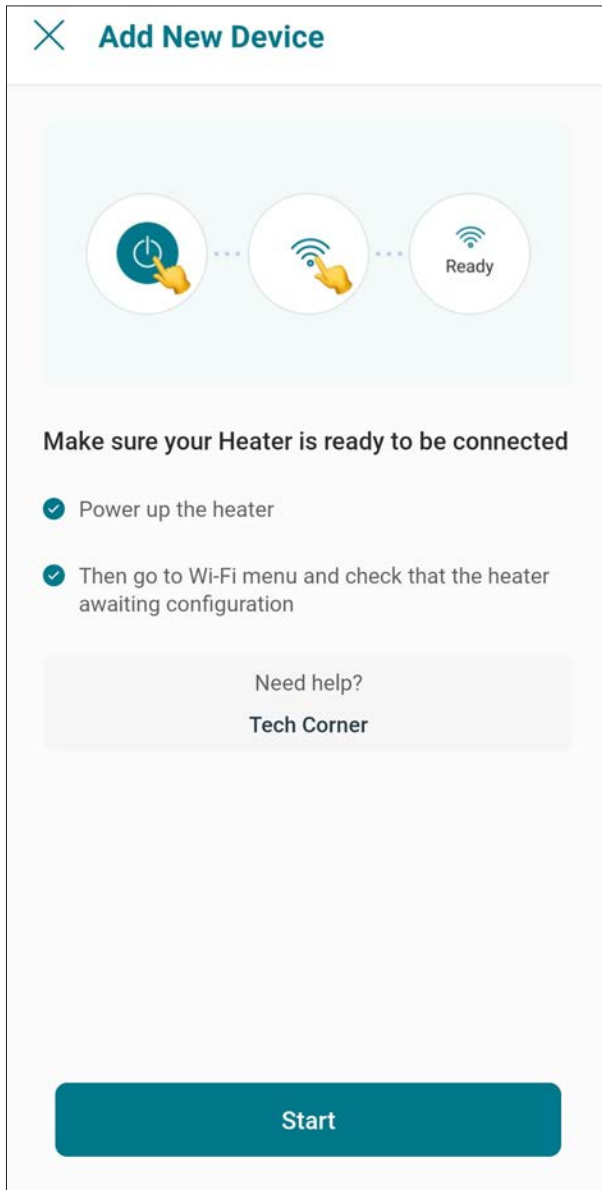

Figure 97. Contrôle de l'appareil
4. L'écran « Check your device » (Contrôlez votre appareil) s'affiche. Assurez-vous que chauffe-piscine est alimenté et qu'un signal Wi-Fi est disponible dans la zone, puis appuyez sur le bouton « Ready » (Prêt). Voir Figure 97.